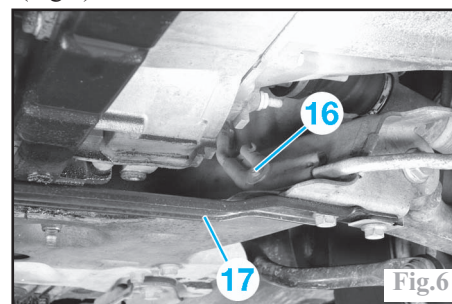
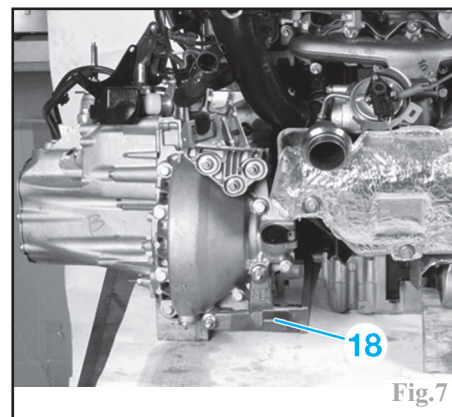

Fig.6
Fig.7
- le conduit (13).
- les fixations (14) de la biellette anticouple.
- la biellette anticouple (15).
- la vis (16) (Fig.6) et écarter la durit.
- la traverse antirapprochement (17).
- l'impacteur de boîte de vitesses (18) (Fig.7).